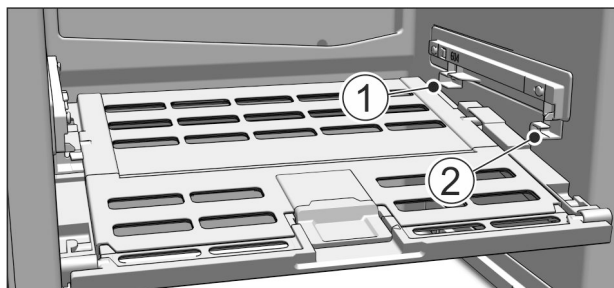

Fig. 51
- ▶ Nasazení víka přihrádky na ovoce a zeleninu: Výstupky víka zaveďte zdola do zadních držáků Fig. 51 (1) a vpředu zaklesněte do držáku Fig. 51 (2).